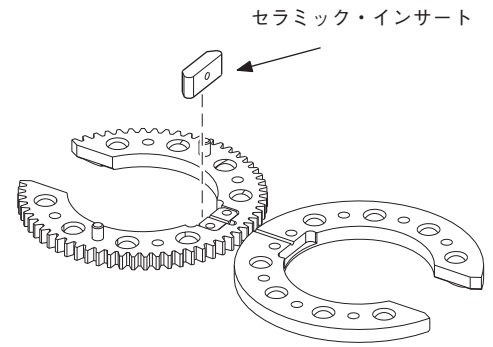

図 41：セラミック・インサートを取り外す
7. セラミック・インサートを取り外します。図 41 をご参照ください。